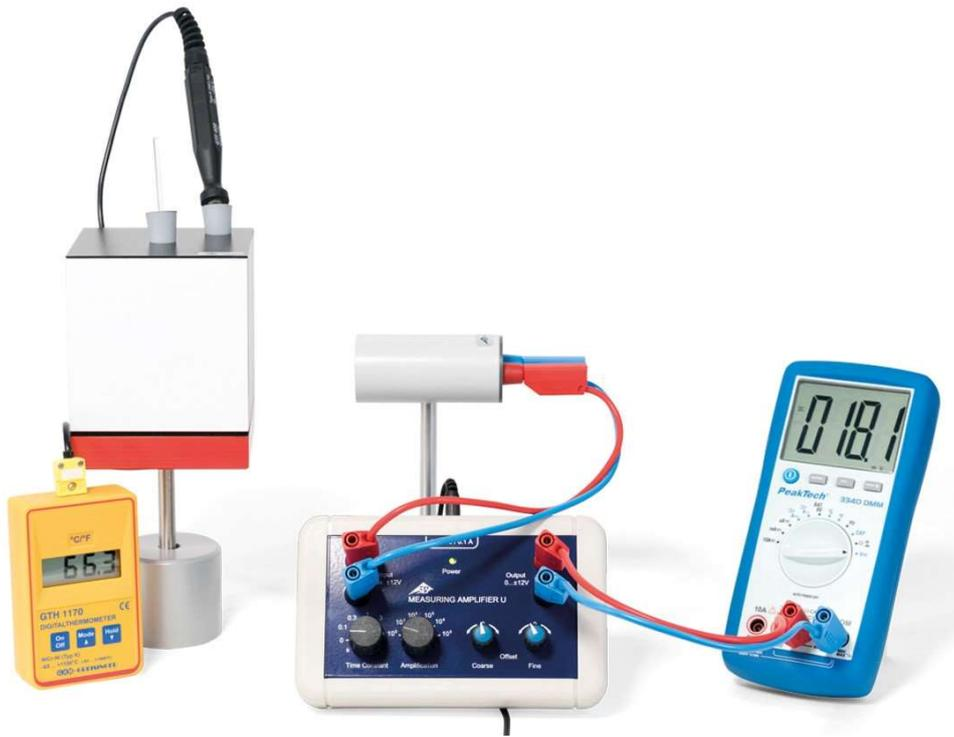

Fig. 1: Montaje Cubo de Leslie
- Se monta la termopila unos 3 cm lejos del objeto de medida (p.ej. Cubo de Leslie 1000835, Fig. 1).